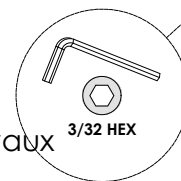

FIG. 5
- Avec le temps, le bras de friction doit être ajusté. À l'aide d'une CLÉ HEXAGONALE 3/32, tourner la vis d'ajustement située sur le dessus du patin glissant dans le rail. **Voir FIG. 5.**